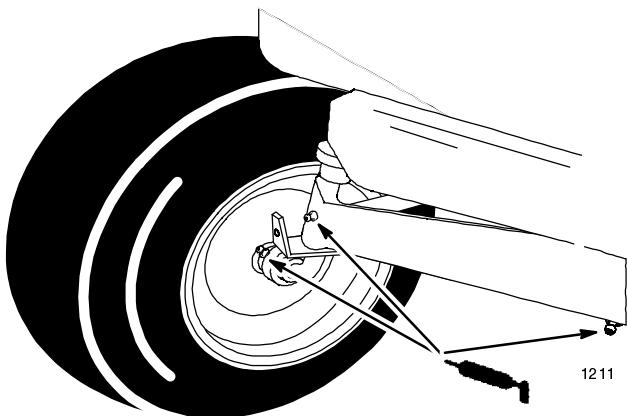

Bild 25
1. Feten Sie die Vorderräder und Lenkspindeln, bis das Fett beginnt, aus den Lagern auszutreten (Bild 25).
2. Feten Sie das Gelenk an der Vorderachse (Bild 25).